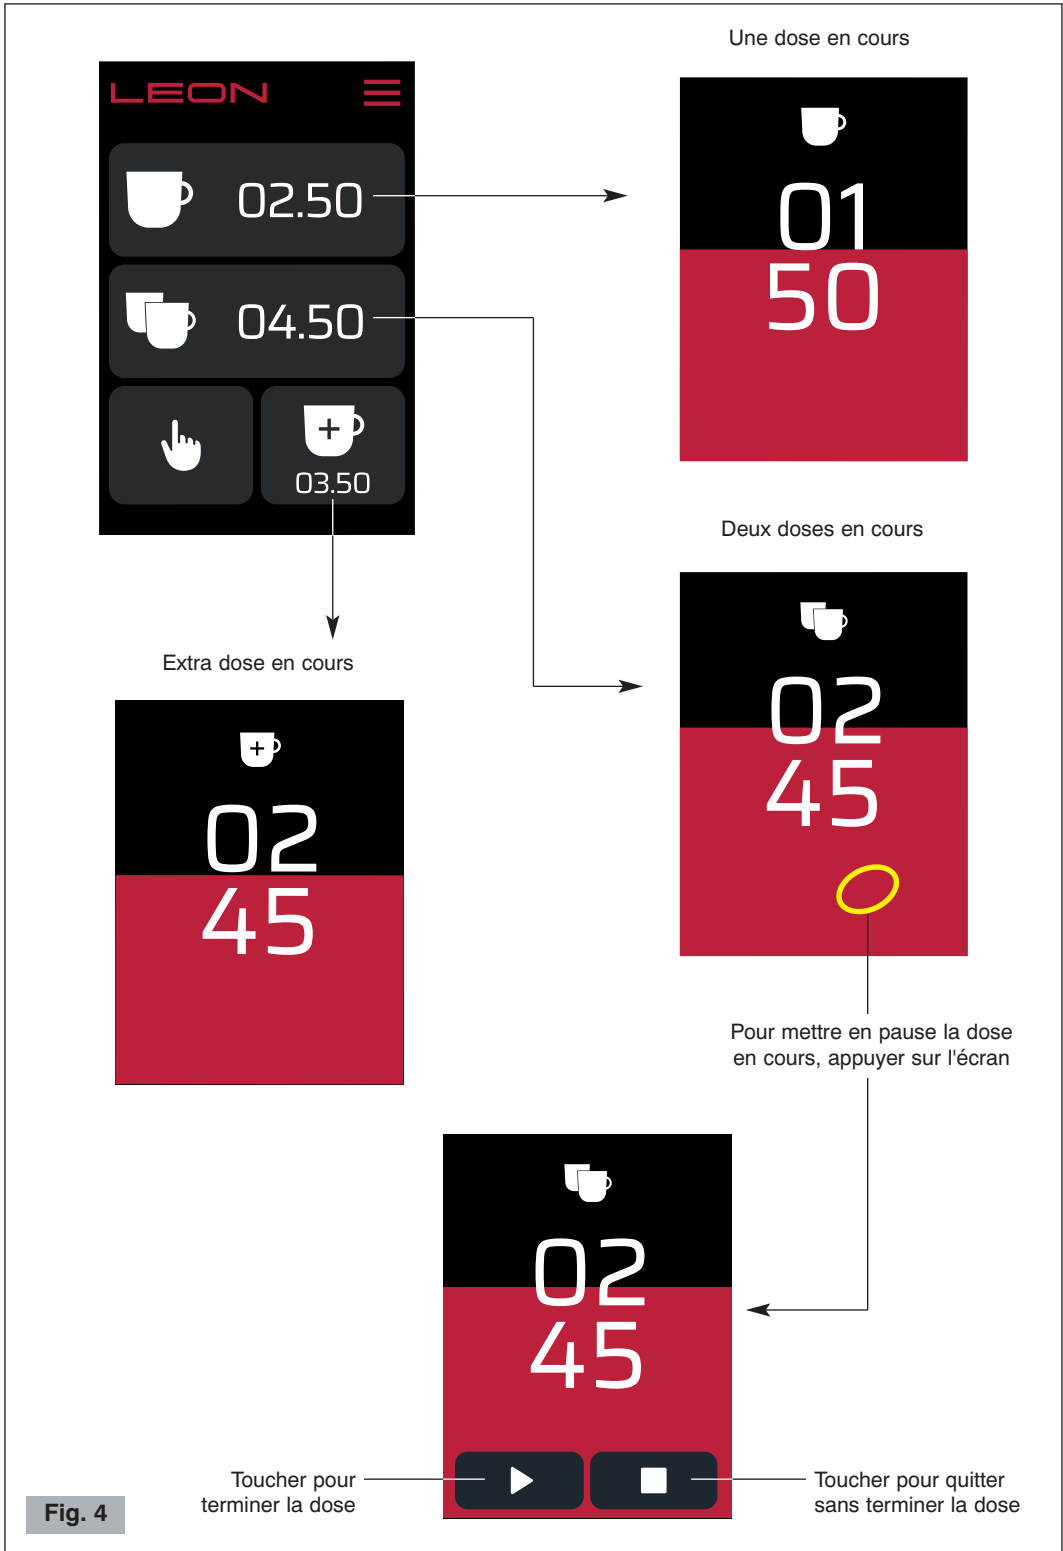

Fig. 4
- 2 Mettre l'interrupteur ON-OFF en position "I" (8 Fig. 1). L'écran du panneau de contrôle (9 Fig. 1) s'allume (voir Fig. 4).
Fonctionnement automatique (voir Fig. 4)